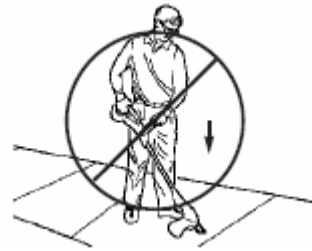

Fig. 20
8. **NO GOLPEE EL RECORTADOR CONTRA EL PAVIMENTO.** Esto puede dañar el cabezal de hilo (Fig.20). **El cadena cabezal tiene alimentación automática.**